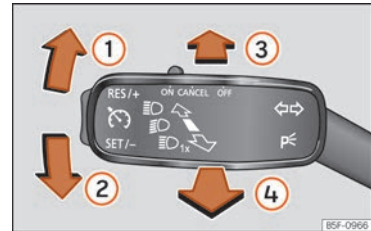

Abb. 105 Blinker- und Fernlichthebel.
- Drücken Sie den Blinker- und Fernlichthebel aus der Ausgangsstellung nach vorne »» **(Abb. 105) ③**.
- **ODER:** Ziehen Sie bei eingeschaltetem Fernlichtassistenten den Blinker- und Fernlichthebel nach hinten »» **(Abb. 105) ④**.